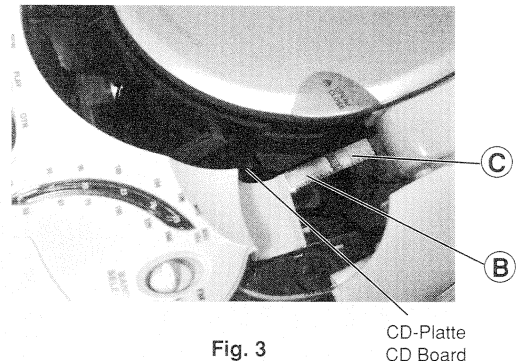

Fig. 3
- Stecker CN107 **B** und CN108 **C** (Fig. 3) von der CD-Platte abziehen.
- Unplug the connectors CN107 **B** and CN108 **C** (Fig. 3) from the CD circuit board.